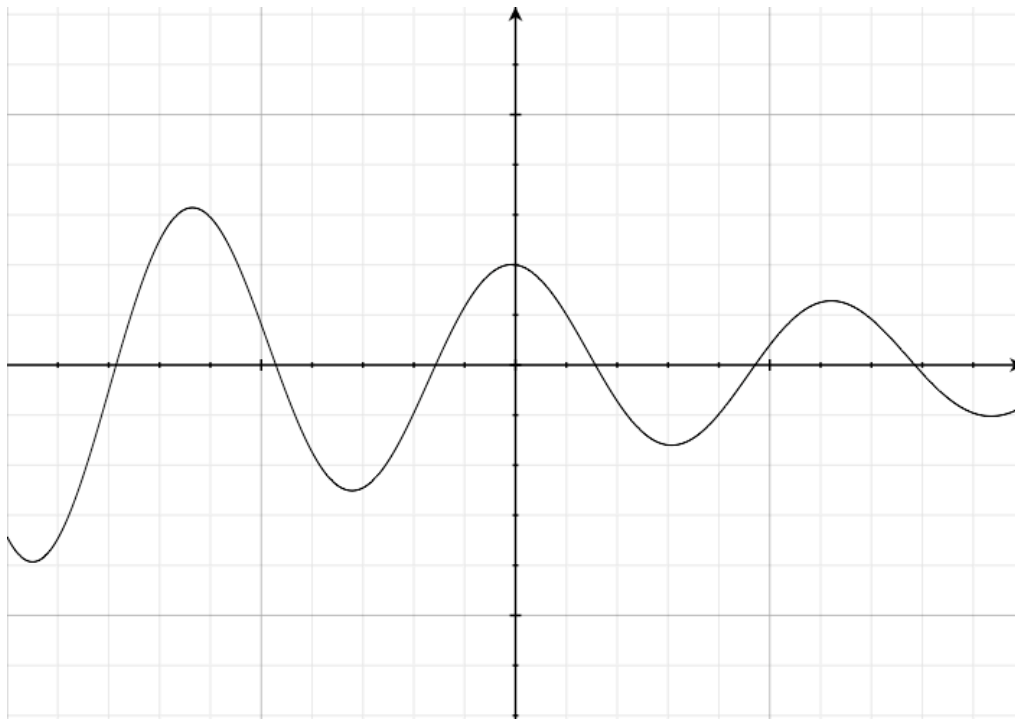

Figura 2: rappresentazione dell'oscillazione del circuito come dovrebbe apparire visualizzata sullo schermo dell'oscilloscopio durante la misura del periodo.
5. Isola, facendo uso dei comandi sull'oscilloscopio, alcune oscillazioni del circuito, (come in *Figura 2*) e misura il periodo di oscillazione con il rispettivo errore (per aumentare la precisione usa la scala opportuna e misura, se possibile, più periodi per diminuire l'errore).